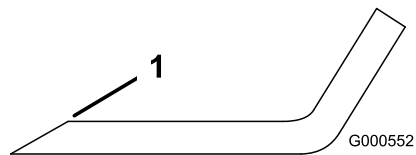

Figura 78
1. Utilize uma lima para afiar aresta de corte em ambas as extremidades da lâmina (Figura 78).
Nota: Se lâmina não estiver equilibrada, lime algum metal da extremidade da aba apenas (Figura 78).